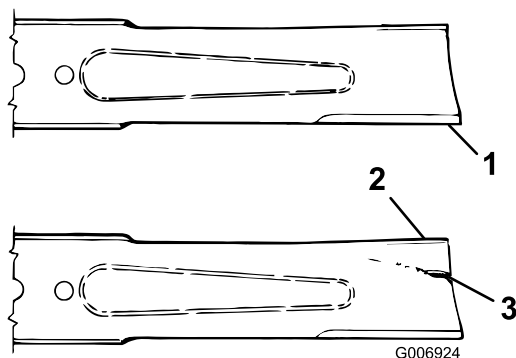

図 75
- ブレードの切っ先を注意深く観察、特に、直線部と曲線部が交わる部分をよく観察する 図 75。磨耗が進んでいる場合 図 75 には、ブレードを交換する ブレードの取り外し (ページ 60) を参照。